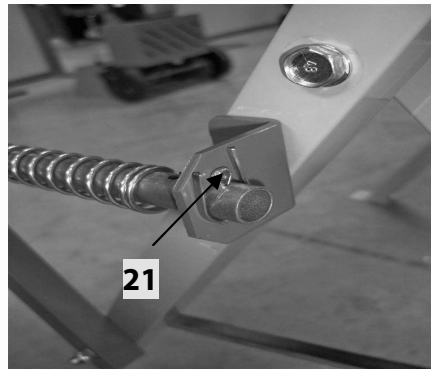

Fig 5
Ce ressort permettra le retour du chariot de coupe à sa position initiale. Placez la goupille (21) dans le premier trou de la tige et repliez-la pour éviter qu'elle échappe (voir Fig 5).